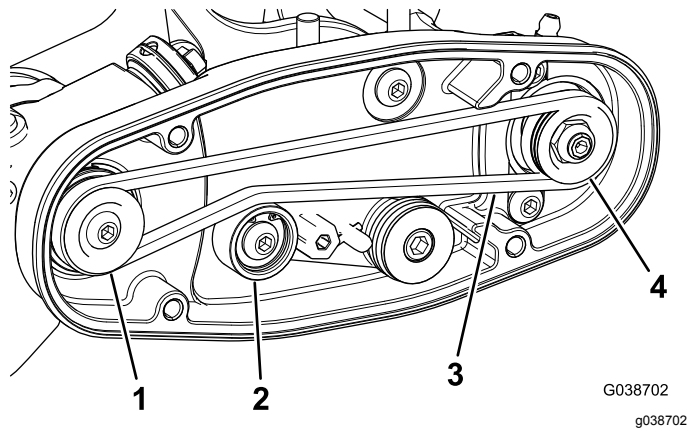

Bild 26
- A. Verlegen Sie den Riemen um die **Antriebscheibe** und dann über die Oberseite der Spanscheibe (Bild 26).
- B. Verlegen Sie den Riemen von der **Antriebsriemenscheibe** ausgehend (Bild 26).